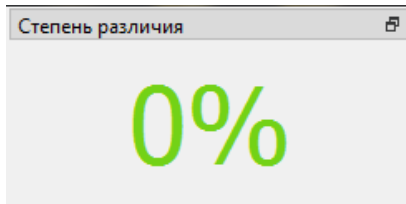

Рисунок 6. Элемент интерфейса показывающий процент различия ВАХ двух элементов
- В разделе степень различия (рисунок 6) указывается различие между двумя сравниваемыми ВАХ, где 100% – это полностью различные ВАХ, а 0% – абсолютно одинаковые ВАХ.